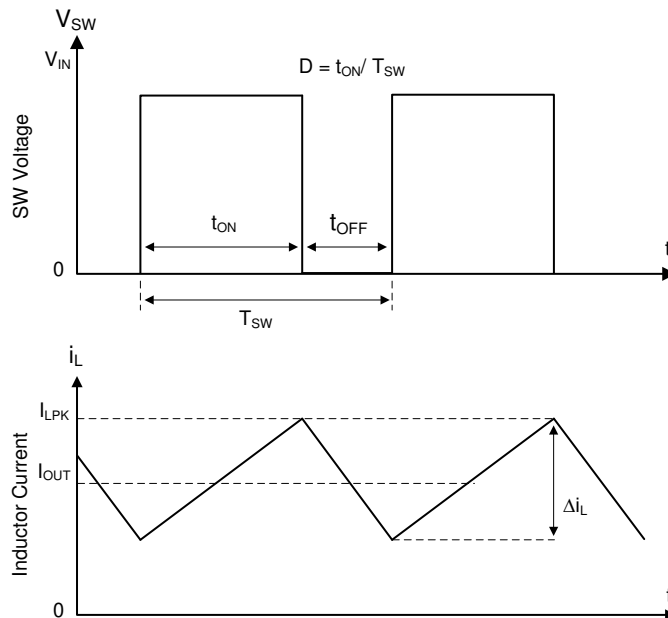

図 6-1. 連続導通モード (CCM) における SW ノードとインダクタ電流の波形
TPS543x21 の operation 説明は、機能ブロック図と図 6-1 の波形を参照しています。TPS543x21 は、ハイサイド (HS) およびローサイド (LS) MOSFET (同期整流器) を内蔵した同期整流式降圧コンバータです。TPS543x21 は、制御されたデューティ サイクルでハイサイドおよびローサイドの NMOS スイッチをオンにすることにより、出力電圧の安定化を実現します。ハイサイドスイッチがオンしている間、SW ピンの電圧は最大で V_{IN} まで上昇し、インダクタ電流 i_L は $(V_{IN} - V_{OUT}) / L$ の直線勾配で増加します。制御ロジックにより HS スイッチがオフされると、アンチシュートスルーのデッドタイムの後、LS スイッチがオンします。インダクタ電流は、ローサイド スイッチを通して $-V_{OUT} / L$ の割合で放電されます。降圧コンバータの制御パラメータは、デューティ サイクル $D = t_{ON} / t_{SW}$ と定義されます。ここで、 t_{ON} はハイサイド スイッチ ON 時間、 t_{SW} はスイッチング周期です。コンバータ制御ループは、デューティ サイクル D を調整することにより、出力電圧を一定に維持します。損失を無視できるような理想的な降圧コンバータでは、次の式のように、 D は出力電圧に比例し、入力電圧に反比例します。 $D = V_{OUT}/V_{IN}$ 。